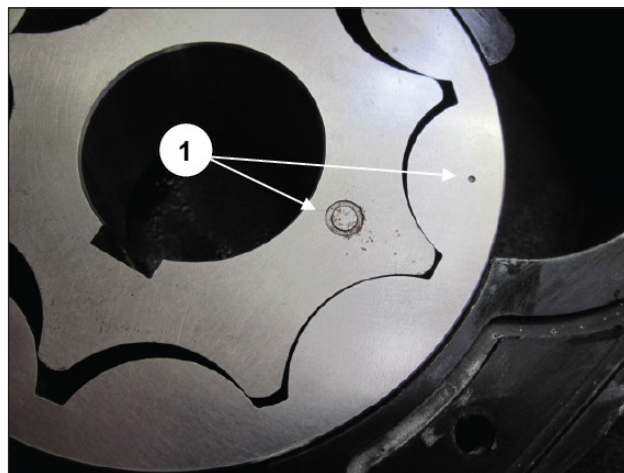

Fig. 152
Lors du montage des rotors de pompe à huile, orienter du même côté les marquages des deux éléments comme illustré Fig. 152 rep. ①.